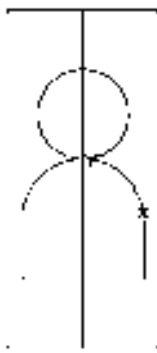

图 10-130 创建截面
8) 单击“绘图”工具栏中的“面域”按钮, 将绘制好的图形创建成面域。结果如图 10-130 所示。